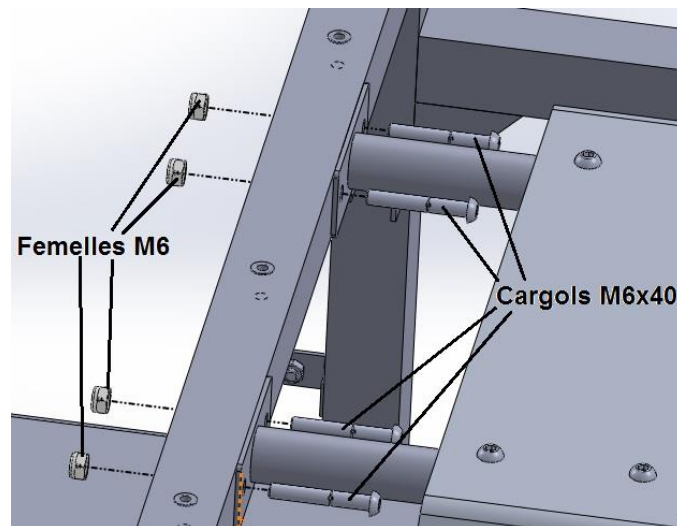

Figura PC-14. Fixació del parafang amb l'estructura principal.
- Fixació dels conjunts parafangs. En aquest cas l'estructura disposa de quatre forats passants en els tubs quadrats de la part superior (plànol 104.06.00) que permeten la unió dels parafangs mitjançant 4 cargols de M6x40mm amb les seves respectives femelles, tal i com es mostra en la figura PC-14.